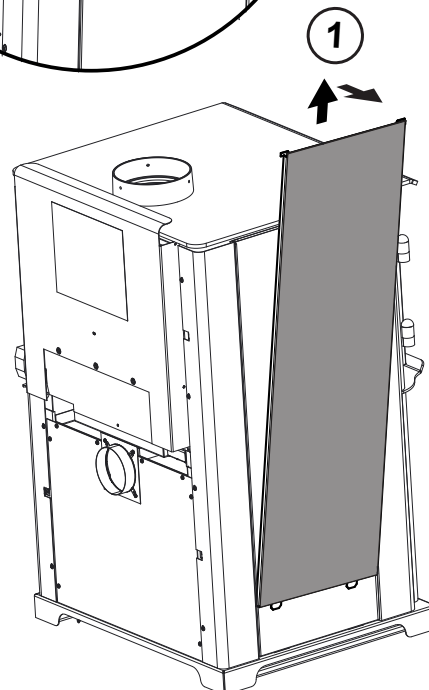

Figure 16.4
1. Retirez le panneau complet du côté en le soulevant et en le retirant de l'appareil (utilisez un outil plat afin de forcer le bas au besoin). **Figure 16.4**
1. Retirez le cadre des tuiles du côté de l'appareil en le soulevant et le retirant de l'appareil. **La figure 16.4 présente le retrait du panneau latéral complet.**